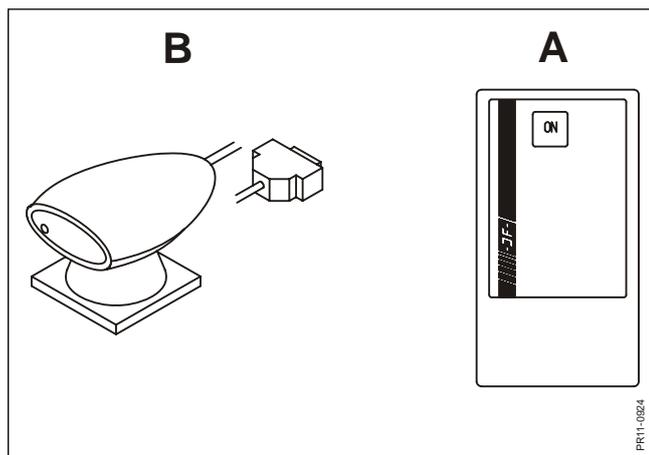

Fig. 7.6
Fig. 7.6 Pour envoyer ou recevoir des données vers ou à partir du PROFEED, il faut posséder la commande infrarouge (A) et le dispositif de réception et transmission (B) qui doit être connecté au PC pour communiquer avec lui. Le système vous permet de transférer de nouveaux aliments vers le PROFEED. Voir le numéro de commande dans la liste des pièces détachées.